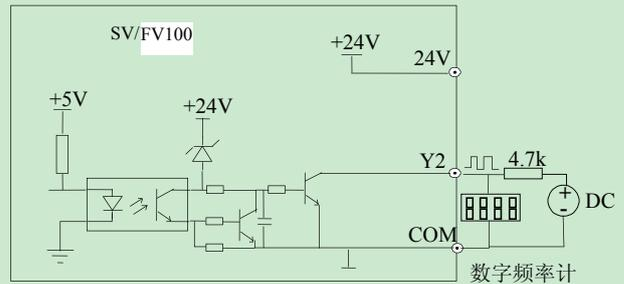

图 4-16 输出端子 Y2 连接方式 2
4. Y2 用作数字脉冲频率输出, 也可使用外部电源, 接线方式请参见图 4-16。